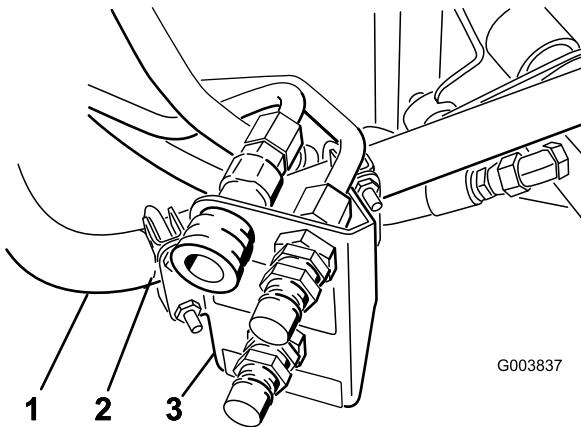

Figura 11
3. Localize temporariamente o suporte de engate no tubo redondo da estrutura; consulte Figura 11.